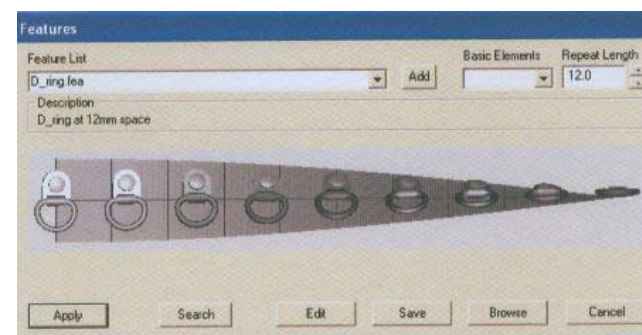

Рис. 87
- Появится диалоговое окно **Features** (рис. 87).